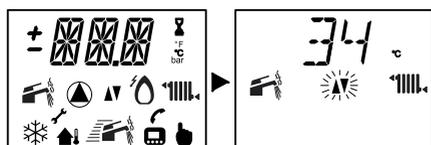

Рисунок 5.54
- Включите электропитание котла: на ЖК-дисплее последовательно отобразятся следующие символы (см. Рисунок 5.54).